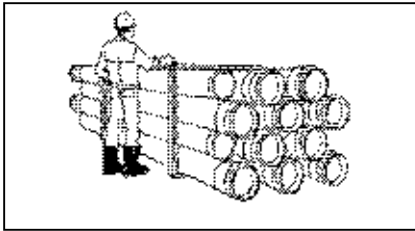

Рис. 6.
1. Трубы следует перевозить в связках, длина которых не превышает 12 м. Связки хранят в связках завода-изготовителя (Рис. 6).